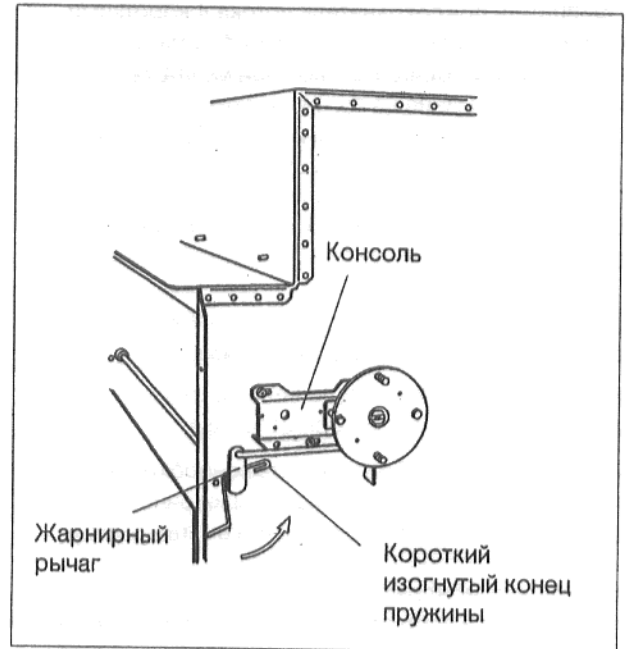

Рис. 4
- С помощью трех винтов для листового металла привинтить консоль, **не затягивая**, к предохранителю (рис. 4).
- Надеть короткий изогнутый конец пружины на шарнирный рычаг (рис. 4 и 5).